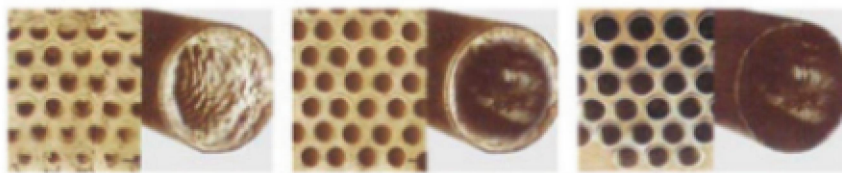

图1 没处理过 图2 传统处理过 图3 离子群处理过
1、循环冷却水系统中管道内外表面结垢的主要成分是钙盐与镁盐，它们的溶解度随温度的增高而降低，这类盐就会沉积在加热表面上，参见图1